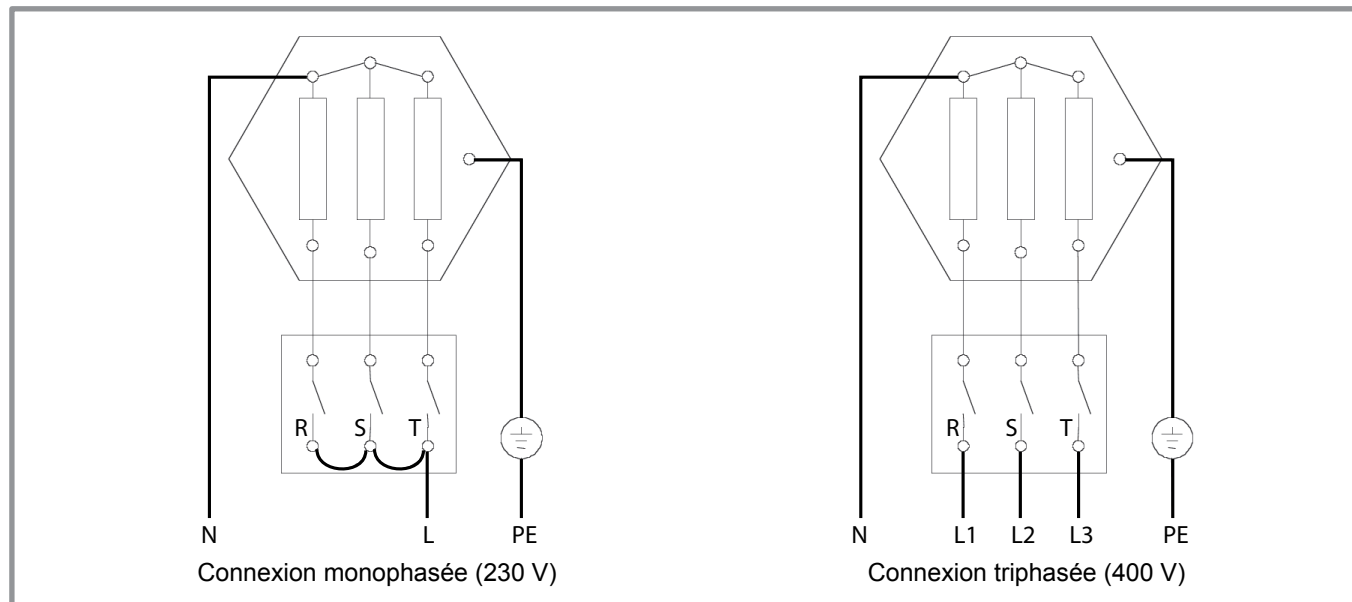

figure 6 - Schémas électriques - Résistance monophasée ou triphasée pour BHS 900
- Effectuer les raccordements suivant les schémas (figure 6).